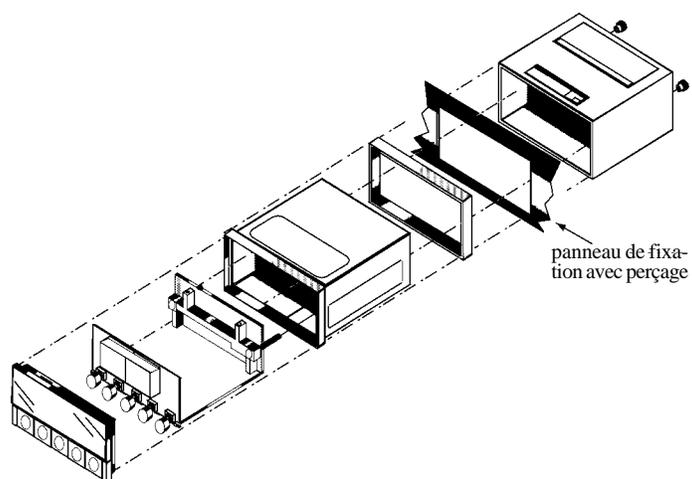

Figure 1.2. - Fixation de l'appareil sur un panneau
3. Insérer l'appareil dans le trou. S'assurer que le plastron de l'appareil débordé bien à l'avant du panneau de fixation. Mettre en place le capot à l'arrière de l'appareil et fixer en serrant les deux écrous. (voir Figure 1.2.)